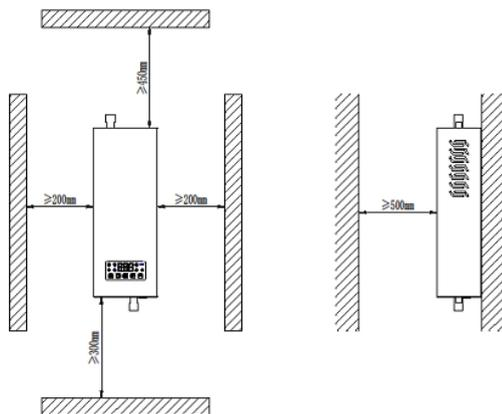

Рис. 8. Минимальные расстояния от электрического котла до поверхностей.
7.4.1. Размещение прибора на стене (Рис.8)
Прибор должен быть установлен в вертикальном положении без наклона. В соответствии с Рис. 8 просверлите установочные отверстия на стене, вставьте пластиковые дюбели в нижние установочные отверстия и закрутите саморезы.